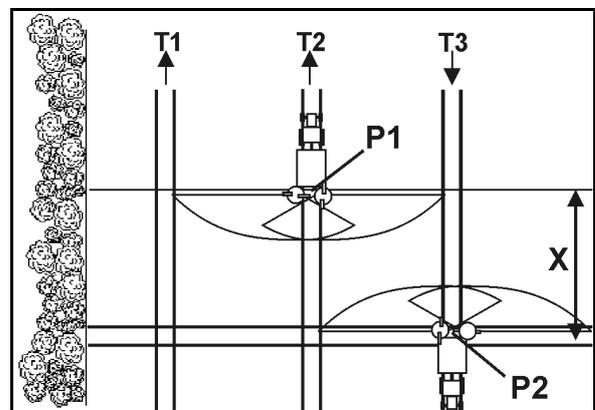

Fig. 100
- Öffnen der Schließeschieber nach dem Einfahren in die Fahrgasse am Punkt P1 (Fig. 100), wenn die Streuscheiben die Strecke X von der Fahrgasse des Vorgewendes entfernt sind.
- Schließen des Schließeschiebers vor dem Herausfahren aus der Fahrgasse am Punkt P2 (Fig. 100), wenn sich die Streuscheiben in Höhe der ersten Fahrgasse des Vorgewendes befindet.